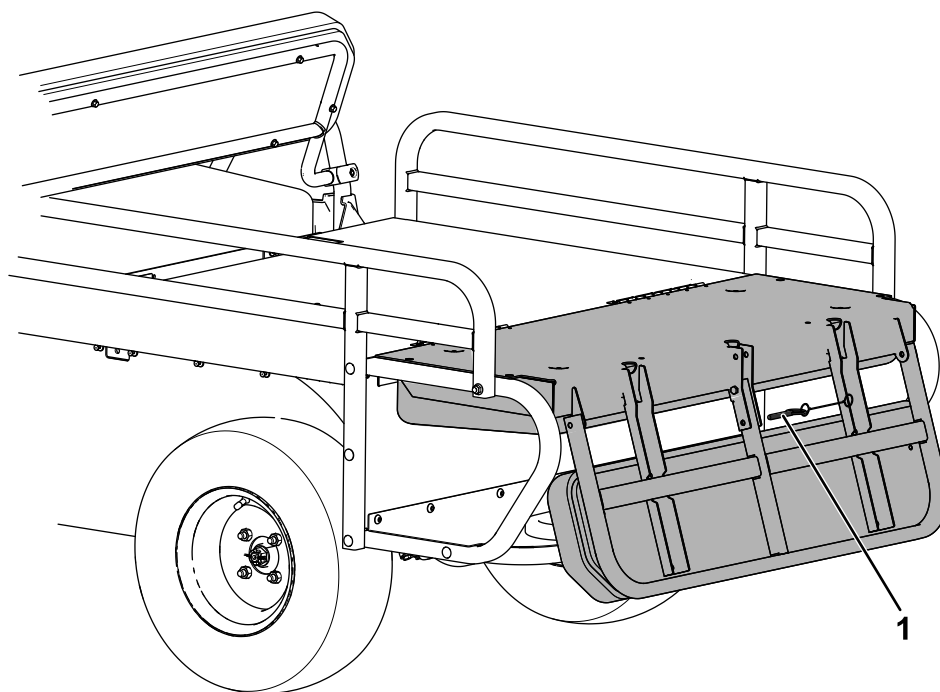

Figur 12
1. Fjern bagsædehåndtaget, og læg det fladt på fodstøtten, så tappen på håndtaget flugter med håndtagshullet på fodstøtten (Figur 12).
2. Fastgør håndtaget til fodstøtten med tilholderremmen og den underforsænkede skrue på bagsædehåndtaget (Figur 12).